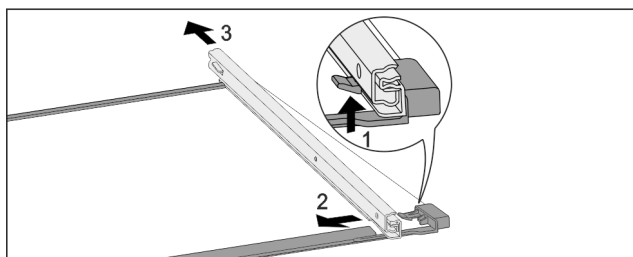

Fig. 227 Pllaka e xhamit me shinat
- Shtyni për lart grepat e kapjes në pjesën përpara. Fig. 227 (1)
- Shkëputni shinën me tërheqje në pjesën anësore Fig. 227 (2) dhe në pjesën prapa Fig. 227 (3).